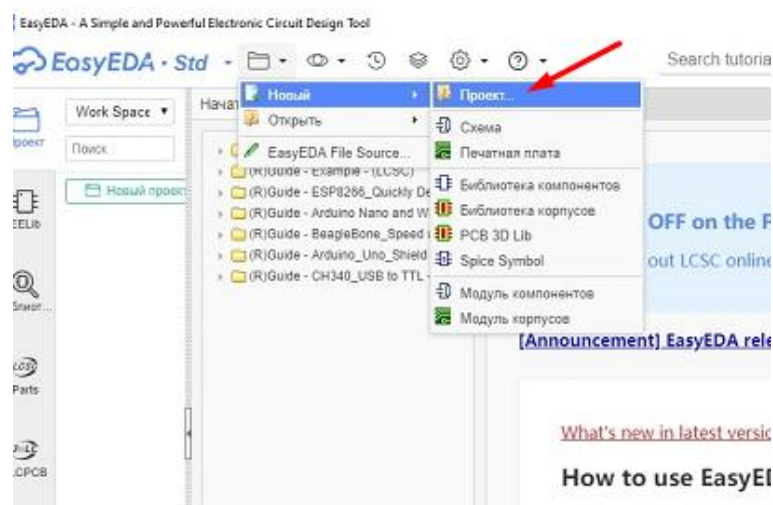

Рис.5.2 Создание нового проекта
2. Создайте новый проект: File -> New -> Project, назовите его Practice_Name (Рис.5.2). Название проекта вводится латиницей (не менее 8 символов)